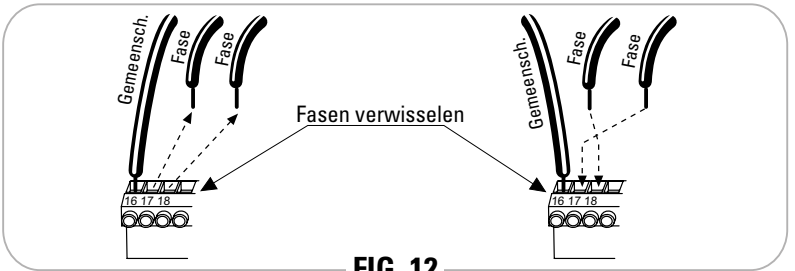

FIG. 12
Tijdens de eerste werking is het belangrijk om goed te controleren of de fasen van de elektromotor overeenkomen met de standen "open" en "gesloten" van de verzinkbare paal, en met de eindschakelaar van de uitgetreden paal (doorgang verhinderd), want anders moeten de draden van de twee fasen onderling verwisseld worden, terwijl de gemeenschappelijke draad "vast" blijft. (Fig.12).
- De verzinkbare paal moet opgeheven zijn om het deksel van de paal op de randafdekking te kunnen vastzetten. Geef dus een bedieningsimpuls (door een zender met de eigen radio-ontvanger te coderen of met een keuzeschakelaar met sleutel, Fig.12) om de verzinkbare paal omhoog te brengen (Fig.13).